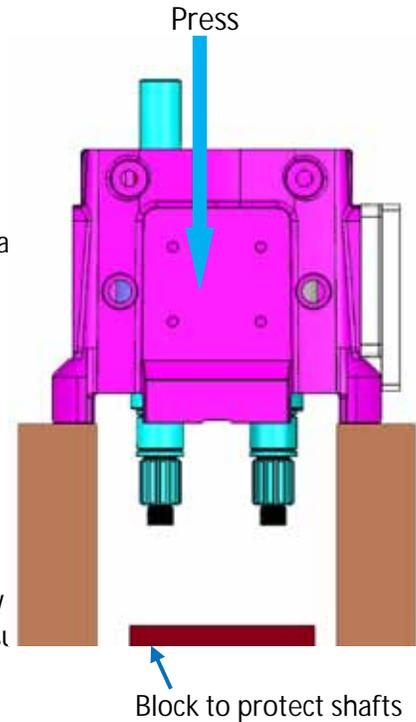

Figura 52 – Pressing Shafts from Gearbox
10. Para prevenir dano a los ejes, envuelvan los ejes splines y threads con cinta. Coloca el caja engrnaje en arbor press cara abajo encima de madera blocks. Protégé los ejes cuando caen del caja engrnaje con madera o plastic blocks colocado abajo. Entonces impuja los ejes afuera del caja engrnaje, Figura 52.